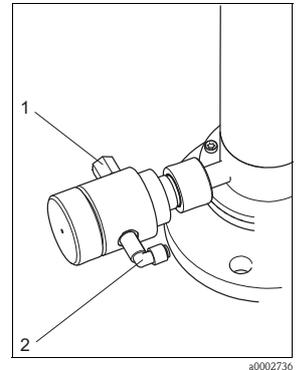

Abb. 19: Ablaufsicherung
2. Schrauben Sie das gelieferte Ventil (Abb. 19) in den schrägen Spülwasserablauf ein .